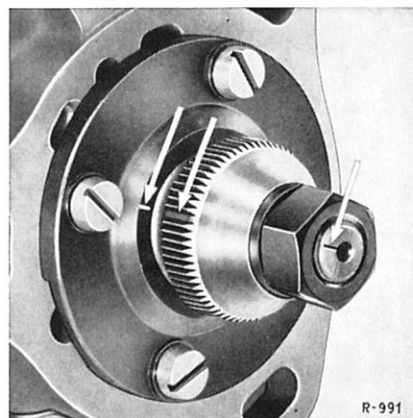

Bild 07-41/2
Beim Aufstecken eines neuen Mitnehmers auf die Markierungen achten (siehe Pfeile im Bild 07-41/2).
4 Kurbelwelle in Drehrichtung drehen, bis die 47° (beim Typ 200 D/8) bzw. 45° (beim Typ 220 D/8) **vor OT-Markierung** der Gradeinteilung auf der Auswuchtscheibe (1) **mit dem Einstellzeiger** (2) übereinstimmt. (Im Bild 07-41/3 steht die Kurbelwelle auf OT.) Der Kolben des 1. Zylinders muß dabei im Verdichtungshub stehen.